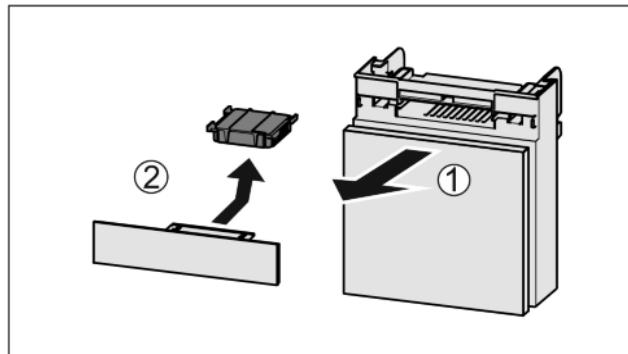

Fig. 44
- Потягніть Fig. 44 (1) відділення вперед.
- Витягнути Fig. 44 (2) фільтр з активованого вугілля.